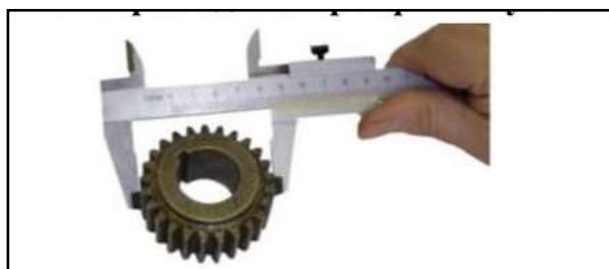

Рис.58 Определение диаметра вершин зубьев колеса
1.Штангенциркулем измерить диаметр вершин зубьев колеса - d_a (рис. 58);